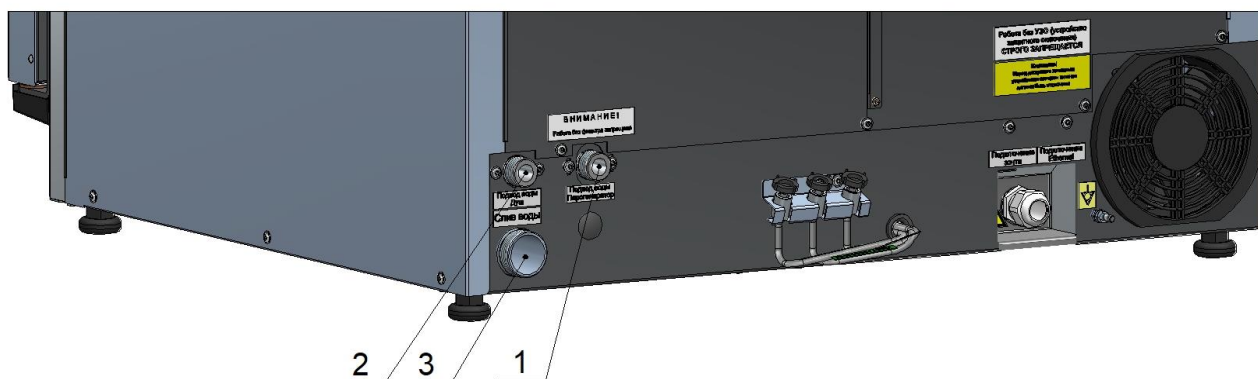
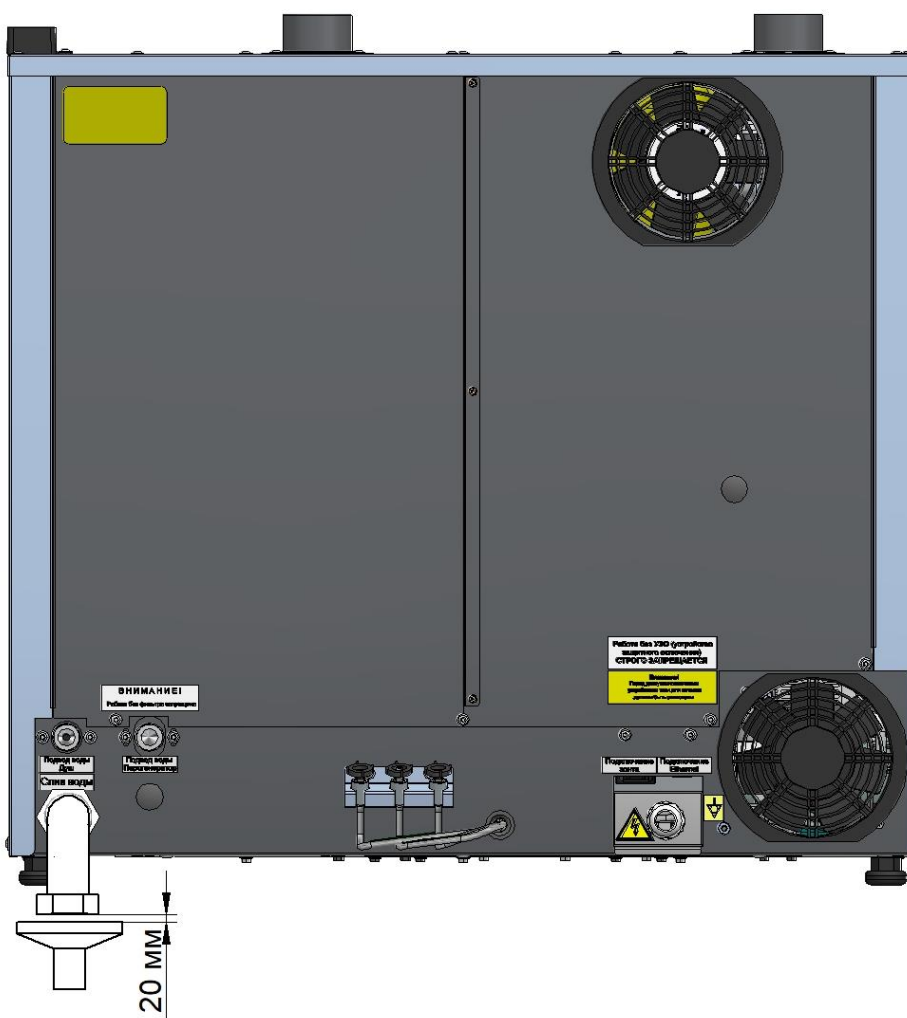

Рис. 4. Подключение к системе водоснабжения и канализации
Рис.5. Подключение к системе канализации
- G3/4, наружная резьба (см. рис. 4, поз. 1) – парогенератор. Подключать через водоумягчительную установку (водородно-ионного обмена) или фильтр воды. Рекомендуется использовать фильтр BRITA PURITY C300 Quell ST.
- G3/4, наружная резьба (см. рис. 4, поз. 2) – душевое устройство. Допускается подключать к неподготовленной воде.
- подключить пароконвектомат к системе канализации (рис. 5) через соединение резьбой G1¼ (рис. 4, поз. 3). Для подключения в комплект поставки входит труба гибкая K215. Подключение к канализации выполнить с разрывом струи не менее 20 мм от верха приемной воронки (СНиП 2.04. 01-85 п. 17.11).